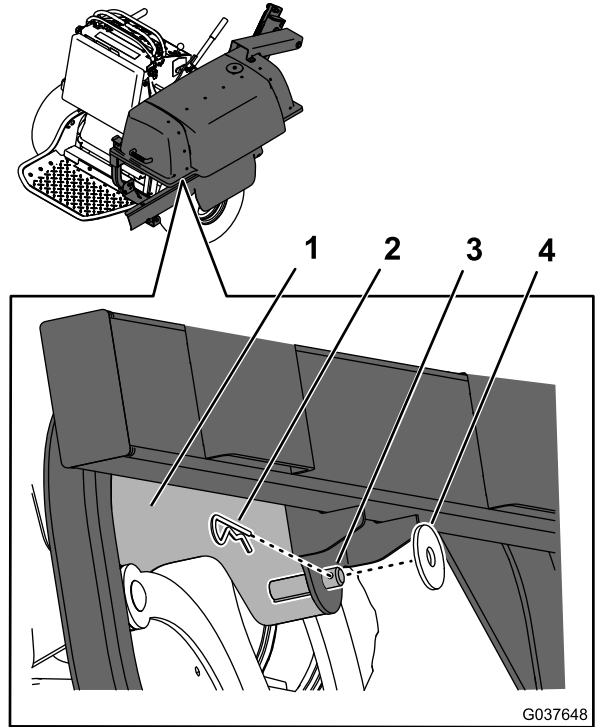

図 14
2. 後取り付けブラケットのピンにフレームを固定するスラストワッシャとヘアピンコッターを使用する 図 14。